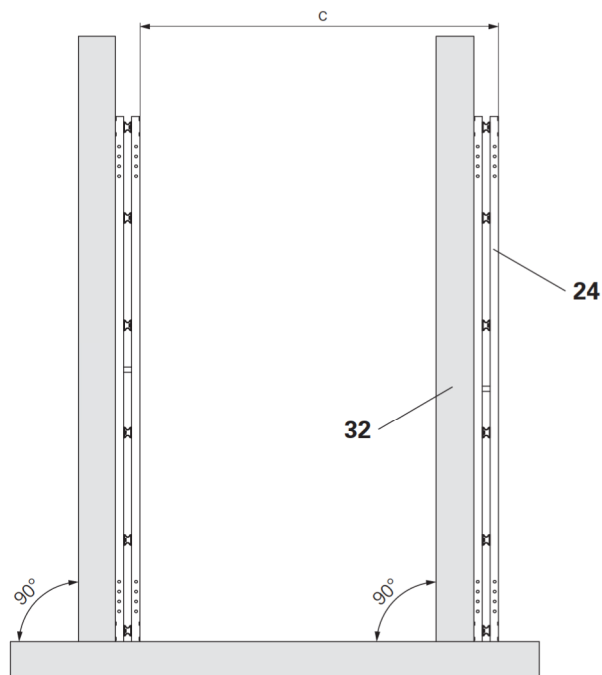

Fig. B5.01
1. Allineare il corrente SRU (**24**) lungo le assi di fermo (**32**). I fori asolati nel corrente SRU sono in alto. (Fig. B5.01)